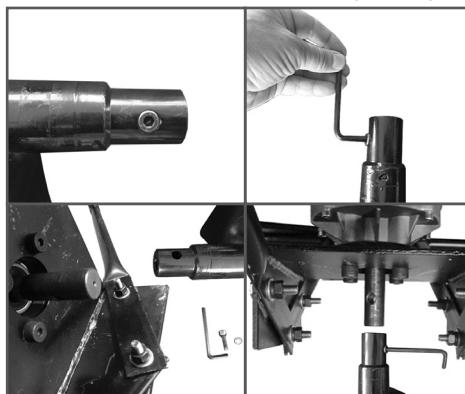

Рис. 3 Установка шнека на мотобур
- Снимите крепеж со шнека (Рис. 3).